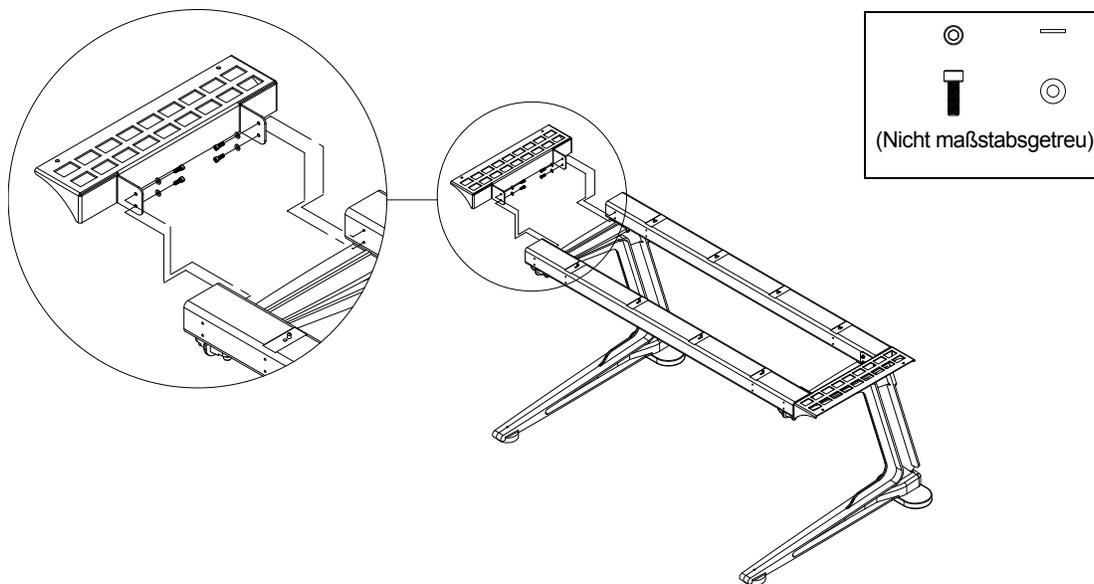

Abbildung 6. Befestigen des linken äußeren Bords (rechtes äußeres Bord bereits befestigt)
- Befestigen Sie wie in Abbildung 6 abgebildet das linke und rechte äußere Bord jeweils mithilfe der vier Schrauben und Unterlegscheiben am Standbein.